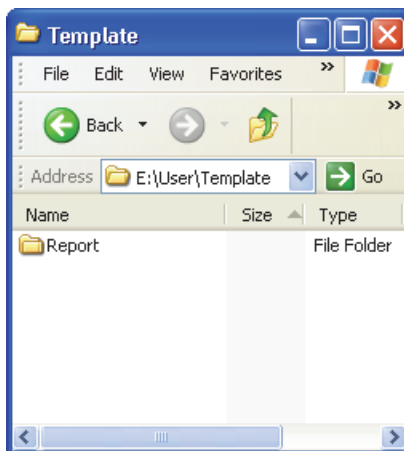

Рис. 7-4 Путь папки отчета
- b) Убедитесь, что папки \User\Template\Report\ существуют на карте. Если их нет, то создайте их (см. Рис. 7-4 на стр. 190).